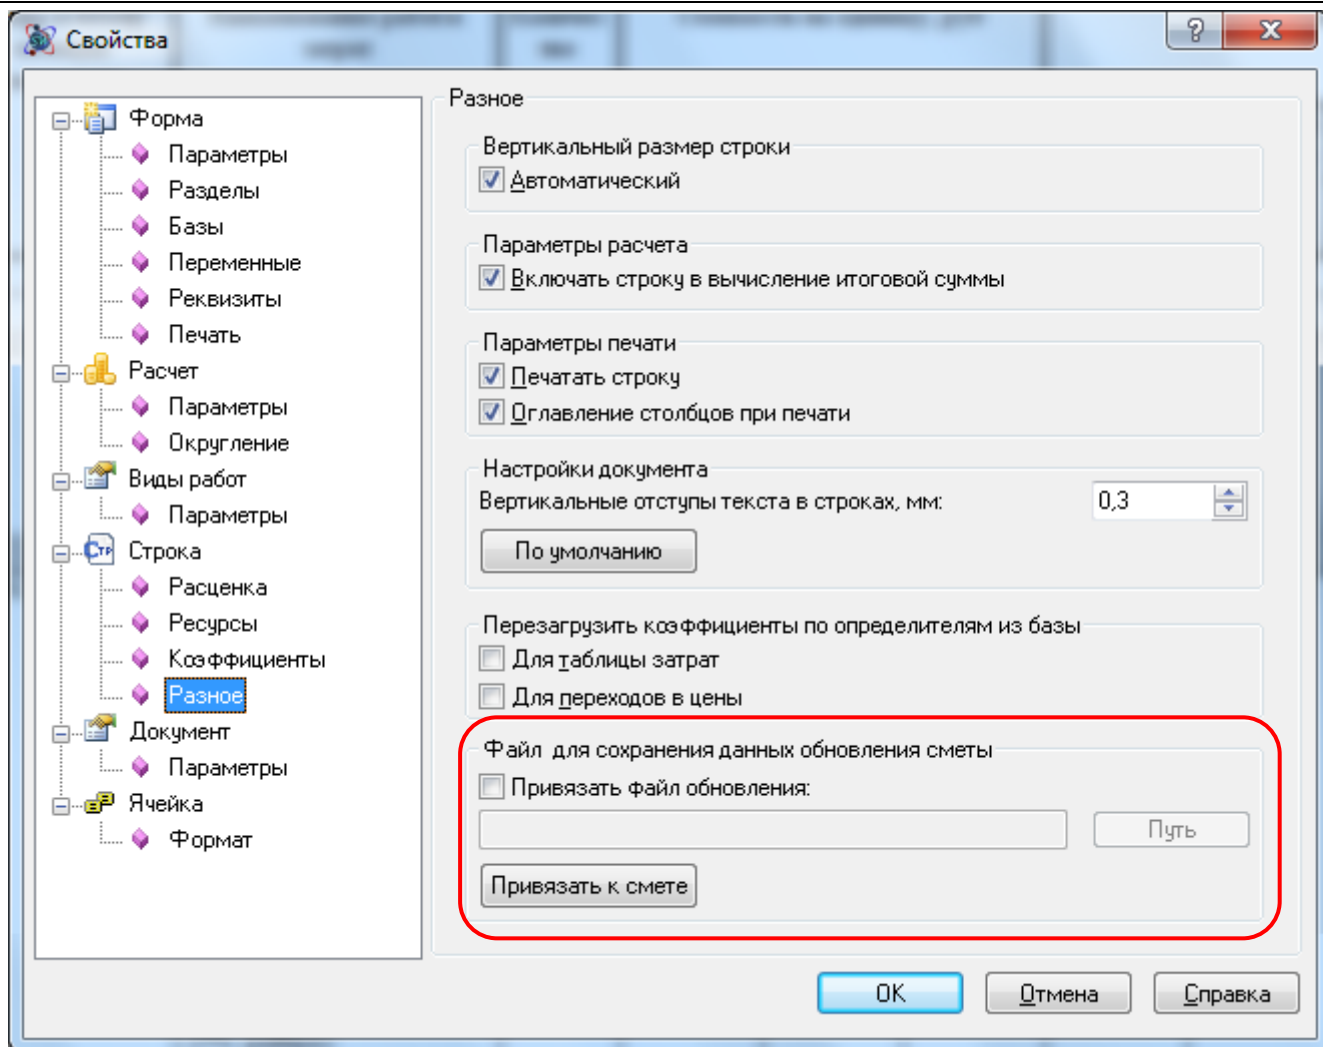

Рис. 6.1 Диалоговое окно Свойства, раздел Строка/Разное
1. Выбрать раздел *Строка/Разное* диалогового окна *Свойства* (рис. 6.1);